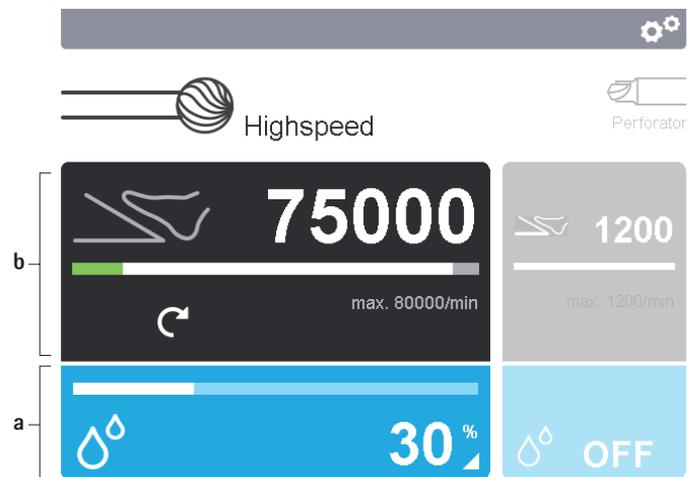

Fig. 5 Activation des zones de commande
- Modification des paramètres de réglage de la partie appliquée: activer la zone de commande Partie appliquée **b** sur le visuel 2, voir Fig. 5.